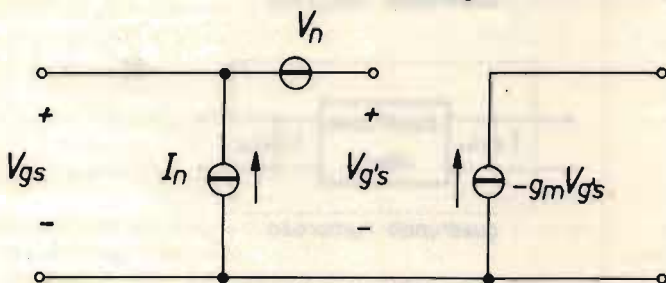

figura 6
dove g_m è la transconduttanza del fet. Il rumore di tale dispositivo può dunque essere rappresentato con il circuito equivalente, molto semplificato ma eccellente, illustrato in figura 6. Non sempre, purtroppo, il rumore dei fet ha il buon gusto di seguire la legge di van der Ziel, a causa di effetti $1/f$ e di altro tipo. Tuttavia esistono ottimi dispositivi che, polarizzati con $I_{DS} = 10$ mA, hanno valori di $g_m \sim 10$ mA/V e rumore di tensione di 1 nV nella banda di 1 Hz, in ottimo accordo con la (7), nella regione delle frequenze audio al di sopra di 100 Hz.